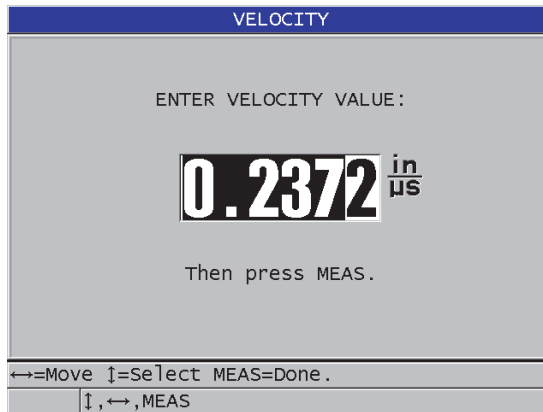

図 5-7 既知の材料音速の入力
2. VELOCITY (音速) 画面 (78 ページ図 5-7 参照) で、矢印キーを使って音速を既知の値に編集します。